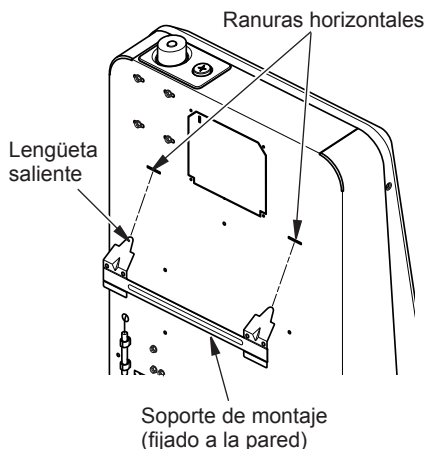

Figura 10 - Montaje del calentador en el soporte de montaje
1. Localice las dos ranuras horizontales en el panel posterior del calentador (consulte la figura 10).